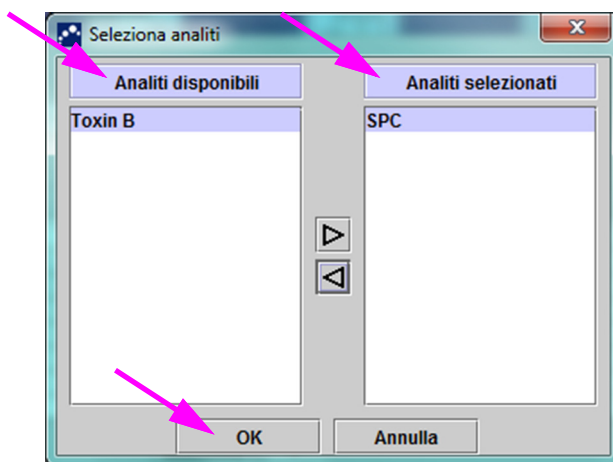

Figura 6-3. Finestra di dialogo Seleziona analiti
- Pulsante **Selezione analiti:** selezionare gli analiti. Premere il pulsante **Selezione analiti** per visualizzare gli analiti applicabili a questo saggio. Viene visualizzata la finestra di dialogo Seleziona analiti (vedere la Figura 6-3).